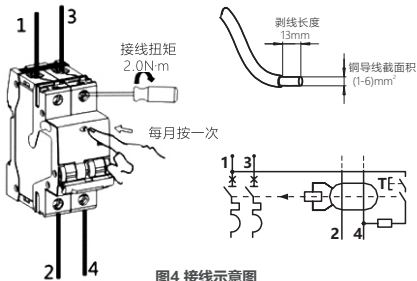

图4 接线示意图
5.3 适用于铜导线连接，导线选择见表1，接线方式及剥线长度如图4